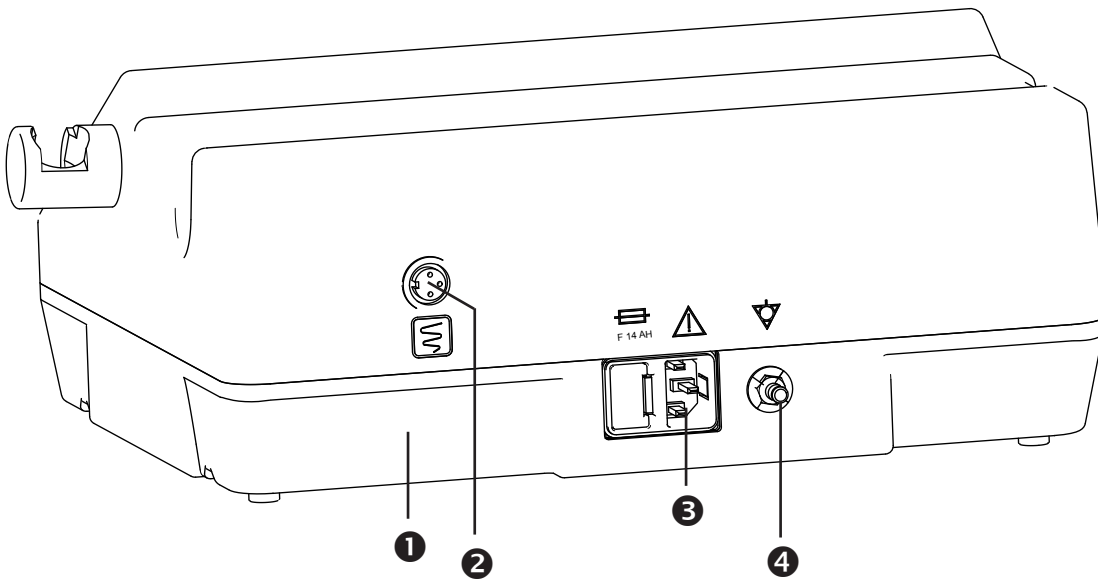

Bild 2. Rückansicht
- Verbinden Sie das Netzkabel mit dem Netzanschluss (③, Bild 2).
- Beim Steuern eines ENG (Elektro-Nystagmographen) oder CNG (Computer-Nystagmographen) an Ausgang (②, Bild 2) bitte nur von ATMOS genehmigte Aufzeichnungsgeräte anschließen. Anschlusskabel bei ATMOS erhältlich (siehe Kapitel 8.0).
- Anschluss für Potentialausgleich (④, Bild 2). Anschlusskabel bei ATMOS erhältlich (siehe Kapitel 8.0).